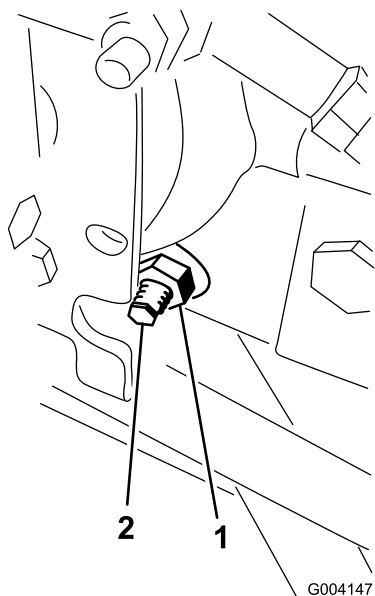

Figura 62
3. No lado direito do hidrostato, solte a porca de bloqueio no excêntrico de ajuste da tracção (Figura 62).